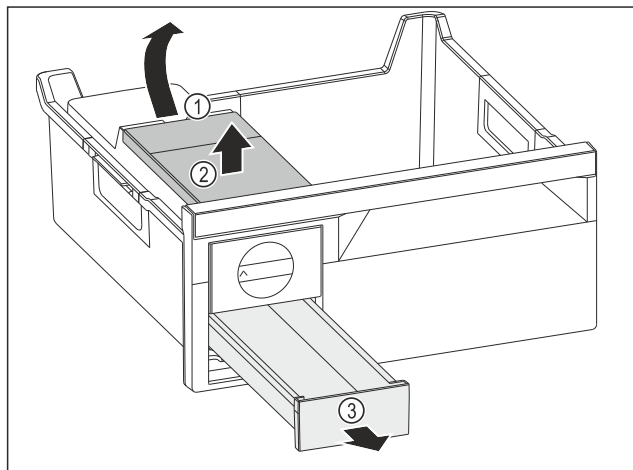

Fig. 104
- ▶ Vyjmutí nádržky na vodu: Zvedněte nádržku na vodu za vybrání Fig. 104 (1).
- ▶ Nádržku na vodu Fig. 104 (2) vyjměte nahoru.
- ▶ Zásuvku na kostky ledu Fig. 104 (3) vyjměte dopředu.